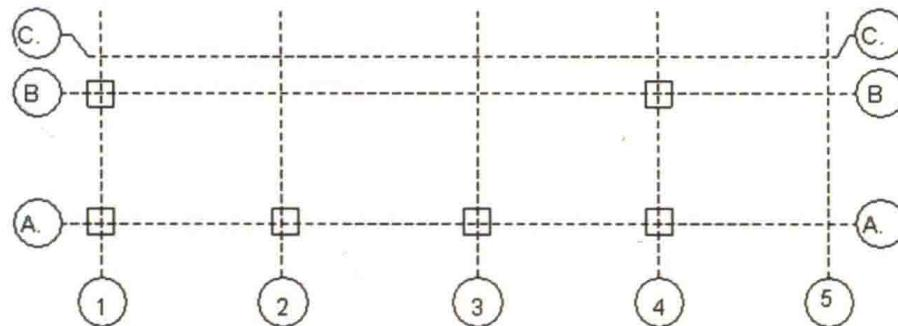

图 1-2-5
(6) 单击功能区【多个】面板中【在轴网处】工具,进入【在轴网交点处】放置结构柱模式,自动切换到【修改|放置 结构柱】的【在轴网交点处】上下文选项卡。移动光标至轴线交点位置,生成虚线选择框,则上述被选择的轴线显示成蓝色,并在选择框内所选轴线交点处出现结构柱的预览图形,单击【多个】面板中【完成】按钮,Revit 将在预览位置生成结构柱,如图 1-2-5 所示。